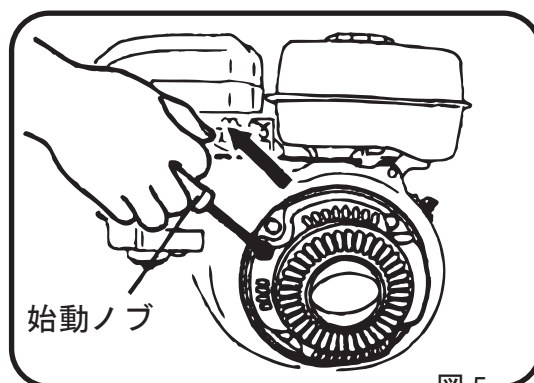

図 5
- 4 リコイルスターターの始動ノブを握り、少し引くと軽く手ごたえがあります。そこから勢い良く引張って下さい。この時、ロープを引張りすぎるとロープが切れたり抜けてしまう恐れがありますから御注意下さい。(図 5)